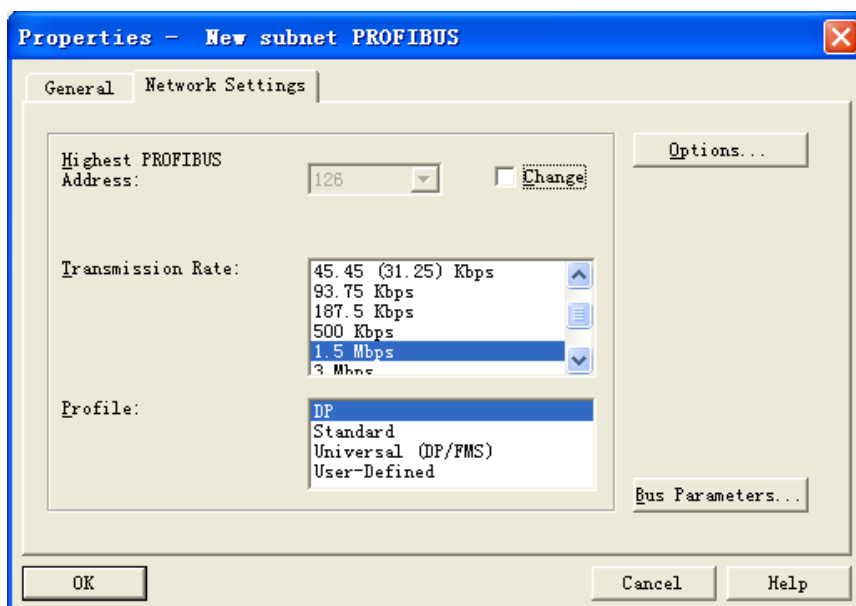

图 4.35 网络设置
- 2) 设置控制器的 PROFIBUS DP 总线地址为 2，点击“New...”，创建 DP 总线，选择“Network Settings”，配置总线参数，如下图 4.35 所示：